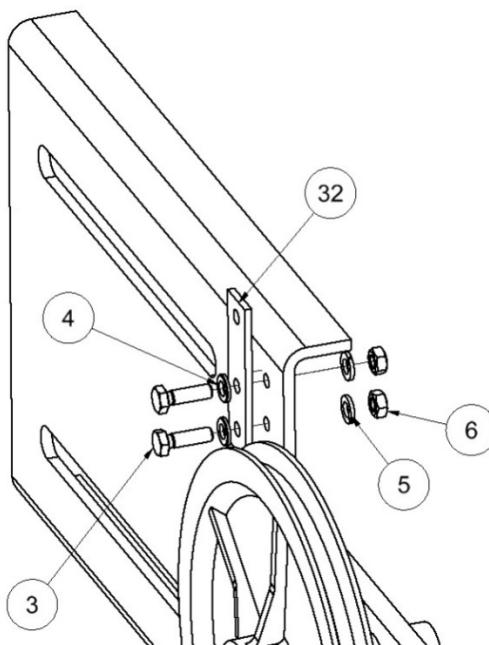

Abbildung 4
Deckelgelenk (32) mit zwei Schrauben DIN 933 M6x20 (3), zwei flachen Unterlegscheiben DIN 125 M6 (4), zwei Federringen DIN 127 M6 (5) und zwei Muttern DIN 934 M6 (6) auf die Führungsbefestigung schrauben. *Abbildung 4*